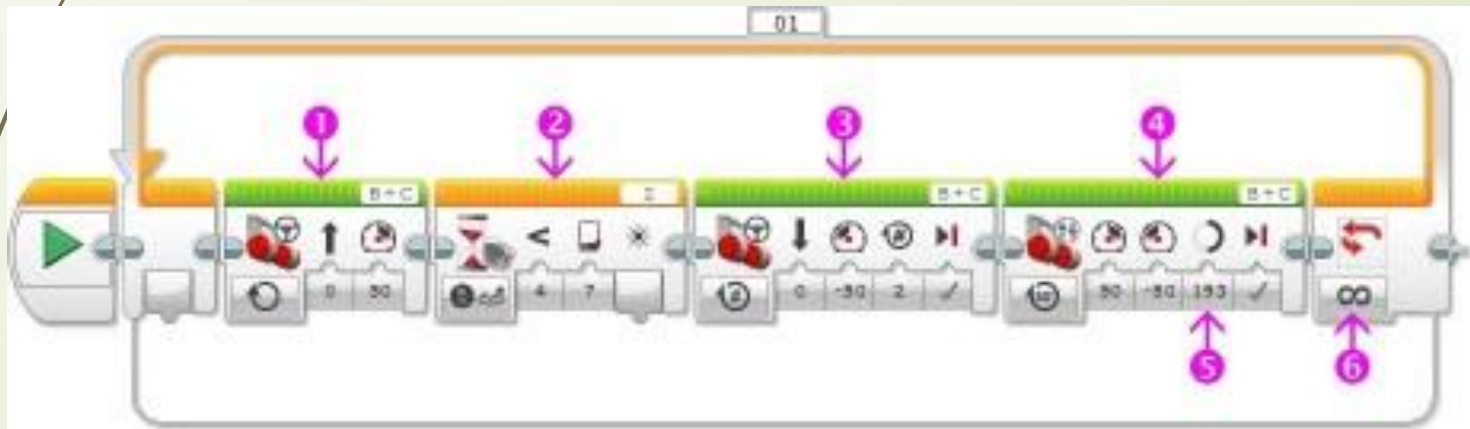

Рис. 16
- Начать прямолинейное движение вперед (Рис. 16 поз. 1);
- Ожидать пересечения черной линии датчиком цвета (Рис. 16 поз. 2);
- Двигаться назад на 2 оборота (Рис. 16 поз. 3);
- Повернуть направо на 90 градусов (Рис. 16 поз. 4); значение угла поворота рассчитано для робота, собранного по инструкции small-robot-45544 (Рис. 16 поз. 5);
- Повторять команды 1 - 4 в бесконечном цикле (Рис. 16 поз. 6).